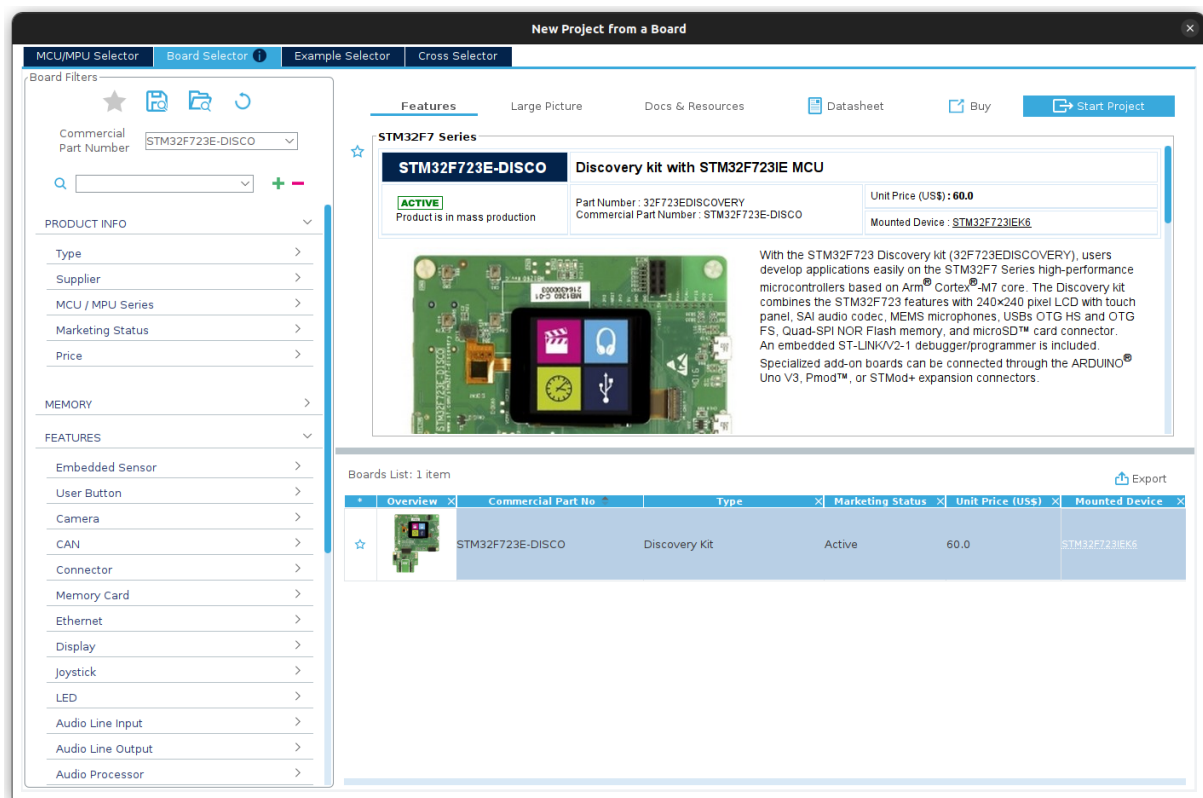

Figura 3: Selector de placas con la STM32F723E-DISCO seleccionada
- **BOARD:** En este caso, partimos de un procesador que ya se encuentra dentro de una placa, y sus pines tienen conexiones concretas establecidas (LEDs, Botones, Pantallas...). En este modo, simplemente deberemos elegir qué funciones activamos, pero no tendremos la dificultad de tener que planificar qué hace cada pin. Utilizaremos este segundo modo eligiendo nuestra placa (723E discovery) (Figura 3).